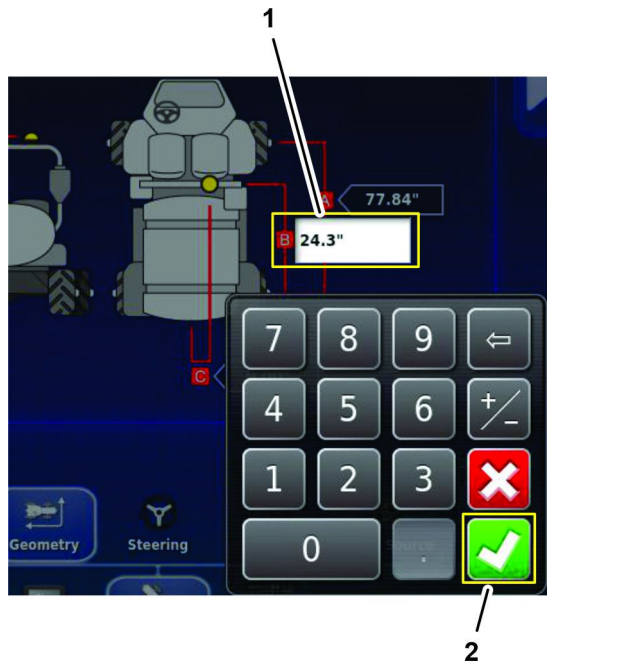

Bild 190
2. Tippen Sie auf das Symbol Hinterachse und Mitten-Symbol des Satellitenempfängers (B), geben Sie über die Bildschirmtastatur die Messwerte ein, die Sie im Formular der Fahrzeuggeometrie von Messung der Fahrzeuggeometrie \(Seite 87\) aufgenommen haben, und tippen Sie auf das Bestätigen-Symbol (Bild 190).